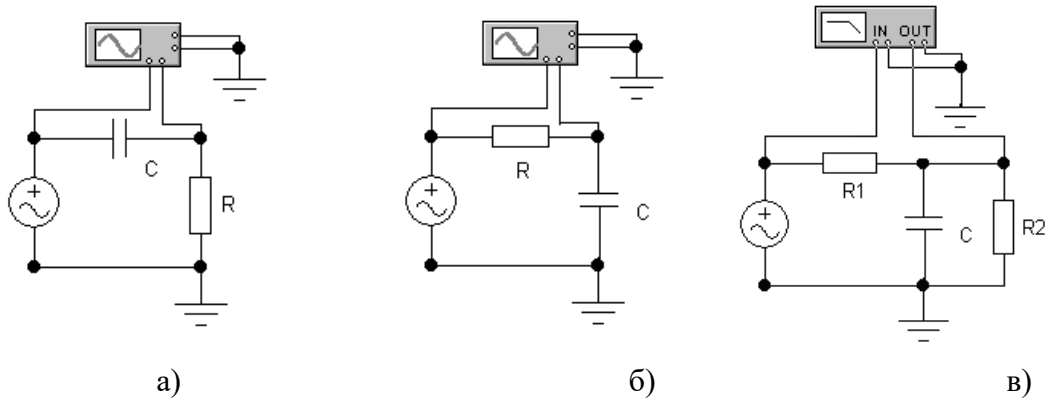

Рис. 1.
1.1. Розрахувати АЧХ та ФЧХ заданого електричного кола з зазначеними варіантами параметрів елементів (схеми електричних кіл наведені на рис. 1, а параметри елементів – в таблиці 1).